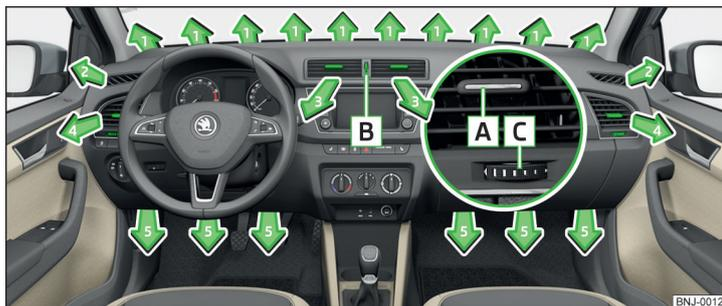

Fig. 119 Difusores de aire
En los difusores de aire 3 y 4 » fig. 119 se puede modificar el sentido de la corriente de aire, y los difusores se pueden también abrir y cerrar individualmente.
- Mover las láminas horizontales mediante el elemento de ajuste variable **A** » fig. 119 o bien hacia arriba o abajo para cambiar la altura de la corriente de aire.
- Gire la rueda **B** » fig. 119 hacia arriba.
- Gire la rueda **B** » fig. 119 hacia abajo.
Ajustar la dirección de salida de aire	Difusores de aire activos » fig. 119